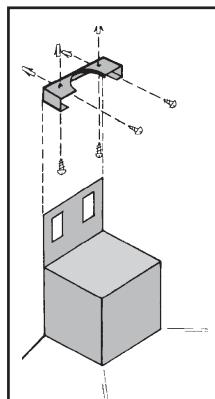

fig. 5
- Den oberen Haltebügel des Zierrohrs mit den mitgelieferten Dübeln und Schrauben an der Decke und/oder Wand befestigen, wobei darauf zu achten ist, dass er in Achse mit der Haube liegt (Abb. 5).